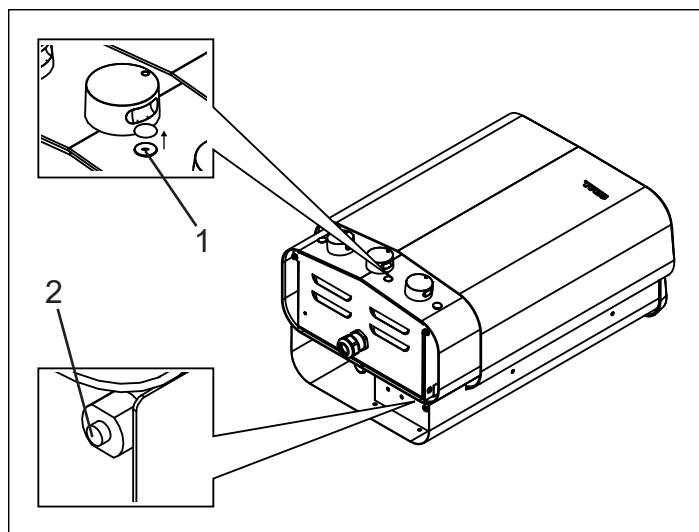

Fig 8: Återställning av temperaturskydden
• **Aggregat** - Temperaturskyddet i aggregatet är till för att skydda komponenter, rörelement samt trävirke i bastun från överhettning. På aggregatets framsida, till höger om termostatvredet, under en svart täckplugg finns en röd återställningsknapp som skall tryckas in (se Fig 8). Om skyddet har löst ut så känns knappen stum och ett "klick" hörs vid återställning. Har inte skyddet löst ut samt efter återställning så fjädrar knappen.
• **Vattentank** - Temperaturskyddet i vattentanken är till för att skydda rörelementet vid torrkokning. På aggregatets undersida finns en röd återställningsknapp som skall tryckas in (se Fig 8). Om skyddet har löst ut så känns knappen stum och ett "klick" hörs vid återställning. Har inte skyddet löst ut samt efter återställning så är knappen lös.